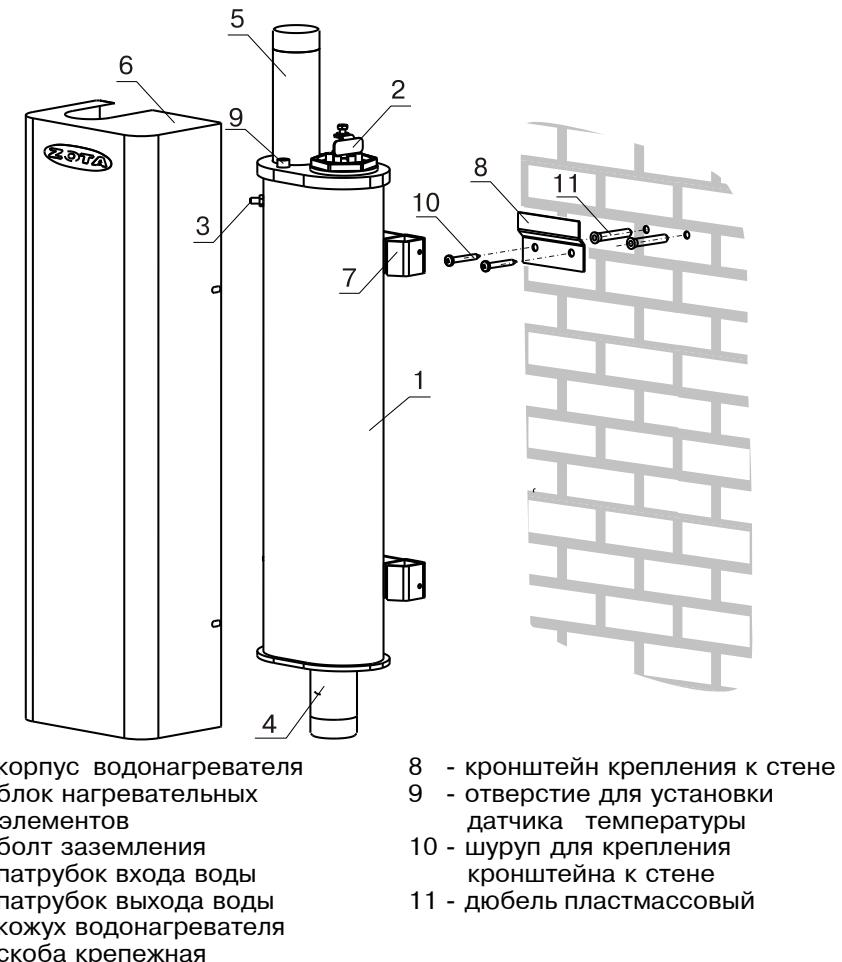

Рис. 1. Конструкция водонагревателя и способ его крепления к стене
Электроводонагреватель (Рис.1) состоит из: корпуса (1), защитного кожуха (6). Корпус электроводонагревателя сварной конструкции с верхним и нижним фланцами, патрубком входа воды (4), патрубком выхода воды (5) и скобами для крепления к стене(7).
- Установить электроводонагреватель на кронштейн как показано на Рис.1; • Подсоединить электроводонагреватель к системе отопления или горячего водоснабжения;
- Открыть кожух (6) как показано на Рис.1, предварительно выкрутив четыре винта крепления кожуха;